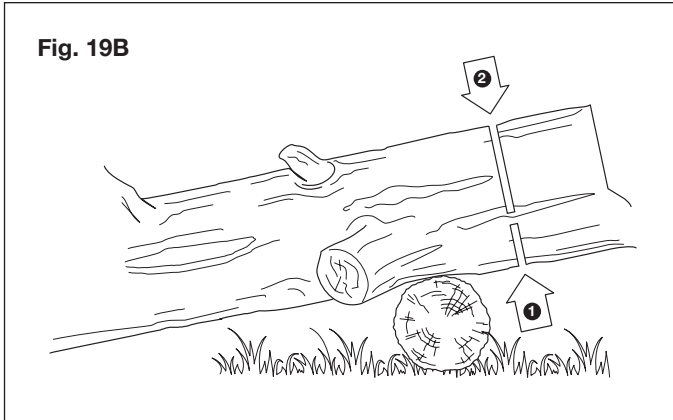

Fig. 19B
- ii) Cuando el tronco es sostenido en un extremo (Fig. 19B), corte 1/3 del diámetro desde el lado inferior (leñado desde abajo hacia arriba). Luego haga el corte final mediante el leñado de arriba hacia abajo para encontrar el primer corte.